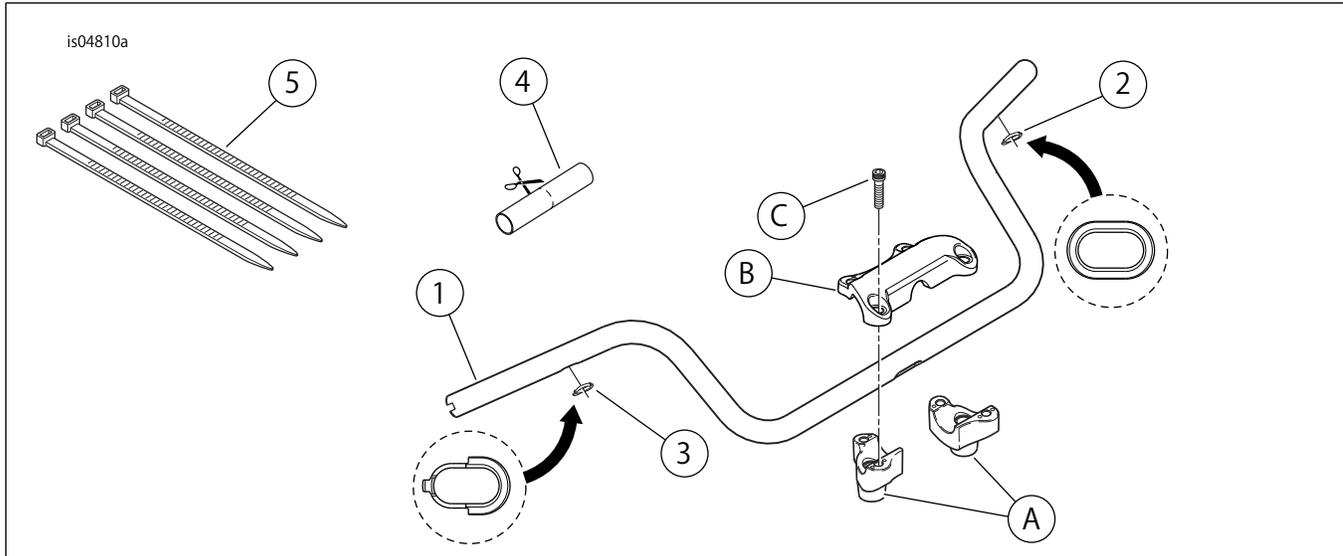

図4。交換用パーツ:ハンドルバーキット
9. 「図4」を参照してください。ラバースリーブ(4)を2等分にカットします。スリーブの一部を、フレキシブルコンジットからスイッチワイヤーバンドルにスライドさせ、スリーブの外側の先を内側のスイッチエンドに向けます。